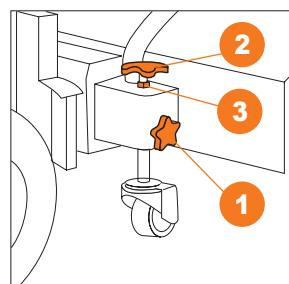

Рис. 10
- Ослабьте боковой барашковый винт ① (Рис. 10).
- Поверните верхний регулировочный барашковый винт ② по часовой стрелке для подъема и против часовой стрелки для опускания щетки (Рис. 10).
- Выбрав необходимое положение, зафиксируйте положение контрагайкой ③ и боковым барашковым винтом ① (Рис. 10).